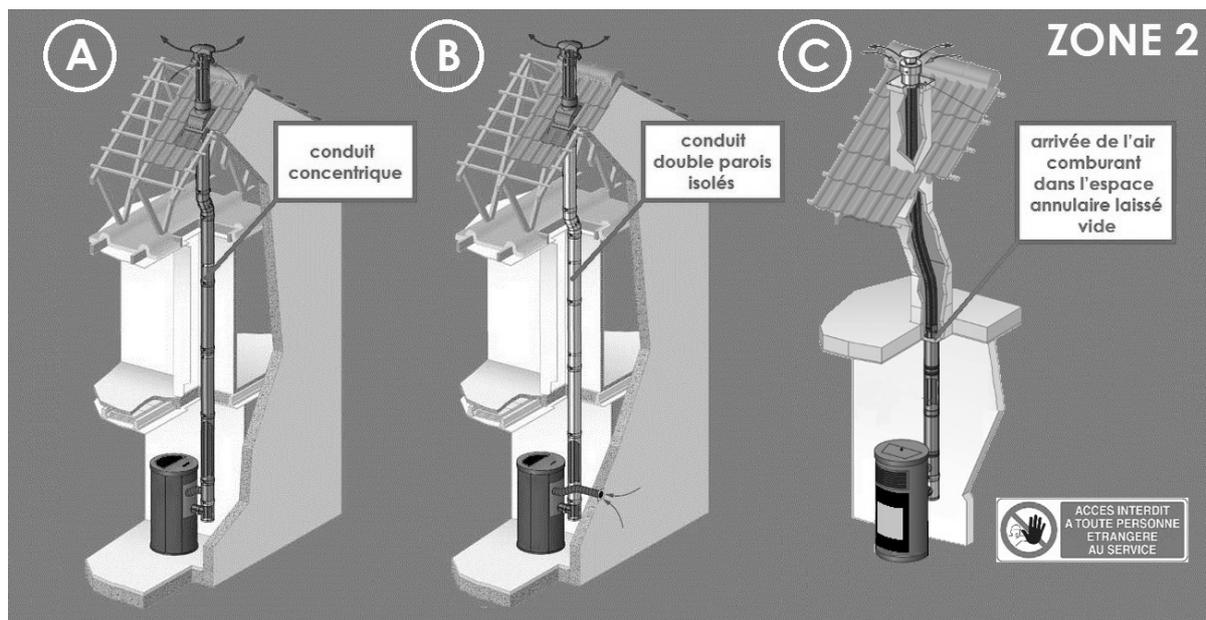

Fig. 10 - Schéma de principe des 3 types de système concentrique avec terminal vertical (ZONE 2)
*ATTENTION : exception sur le prélèvement d'air comburant de l'espace interstitiel du conduit concentrique (C). CADEL et FREEPOINT n'autorisent pas que l'on prélève de l'air comburant de l'espace annulaire laissé vide dans le cas d'un tubage de conduit maçonné comme suggéré dans le schéma dans **Fig. 10**, cas (C).*